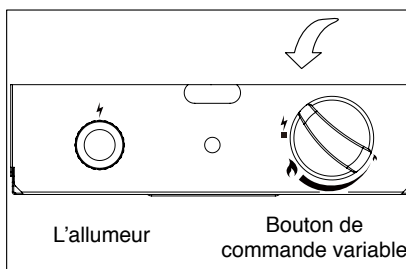

Figure 1
1. Tourner le bouton de contrôle à la position "ARRÊT" (O).
3. Pousser le bouton de contrôle et tourner dans le sens contraire des aiguilles d'une horloge dans la position "PILOTE" (⚡). (Figure 1).